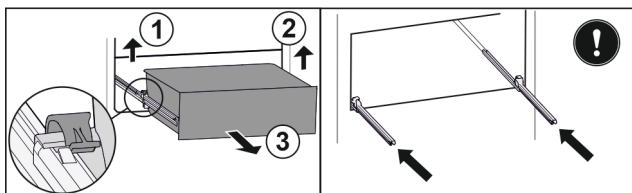

Fig. 64
- ▶ Lyft vänster klämma och dra samtidigt utdragslåda till vänster framåt. Fig. 64 (1)
- ▶ Lyft höger klämma och dra samtidigt utdragslåda till höger framåt. Fig. 64 (2)
- ▶ Ta ut utdragslåda genom att dra den framåt. Fig. 64 (3)